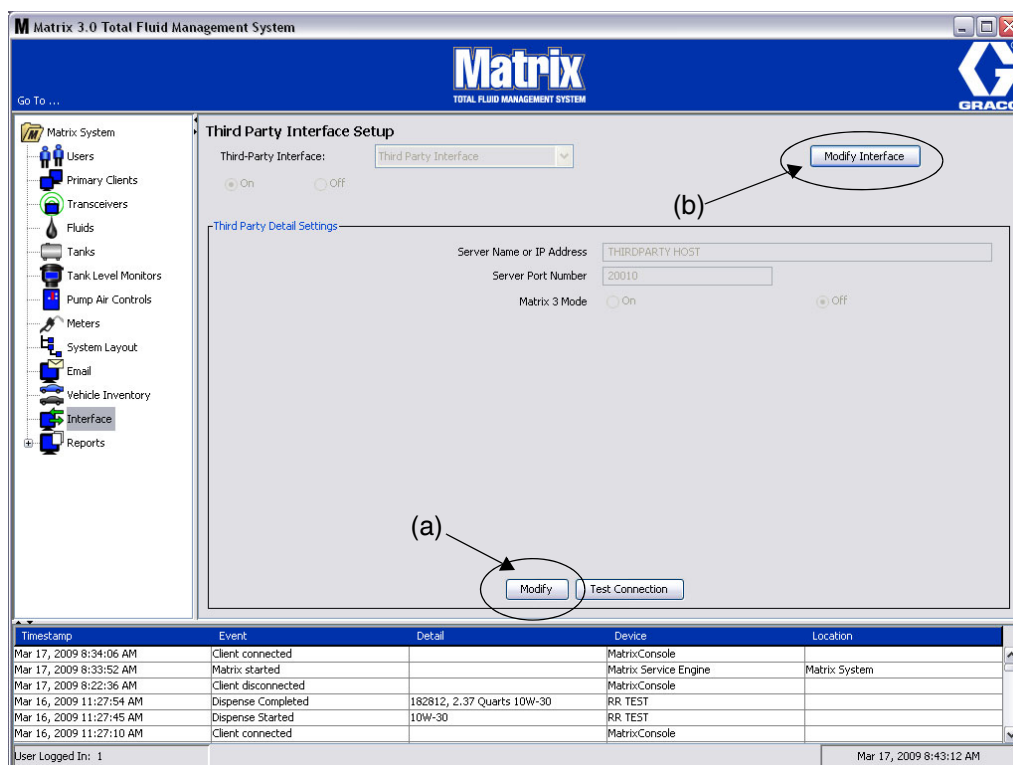
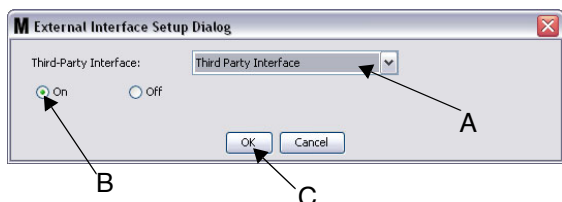

Рис. 162
Рис. 164 Диалоговое окно «External Interface Setup» [Настройка внешнего интерфейса]
1. Нажмите кнопку «**Modify**» [Изменить] (a) (Рис. 162 на стр.118), чтобы отобразить диалоговое окно «External Interface Setup» [Настройка внешнего интерфейса].
1. Нажмите кнопку **«Modify Interface»** [Изменить интерфейс] (b) (Рис. 162). Появится диалоговое окно «External Interface Setup» [Настройка внешнего интерфейса] (Рис. 164). Это диалоговое окно используется для настройки стороннего интерфейса.
2. Выберите сторонний интерфейс из раскрывающегося меню (A – Рис. 164).
3. Установите переключатель **«ON»** [ВКЛ] (B – Рис. 164). Параметр «Third Party Interface» [Сторонний интерфейс] позволяет Matrix использовать сторонний интерфейс.
4. Нажмите кнопку **«OK»** [OK] (C – Рис. 164), чтобы закрыть окно и подтвердить выбор.